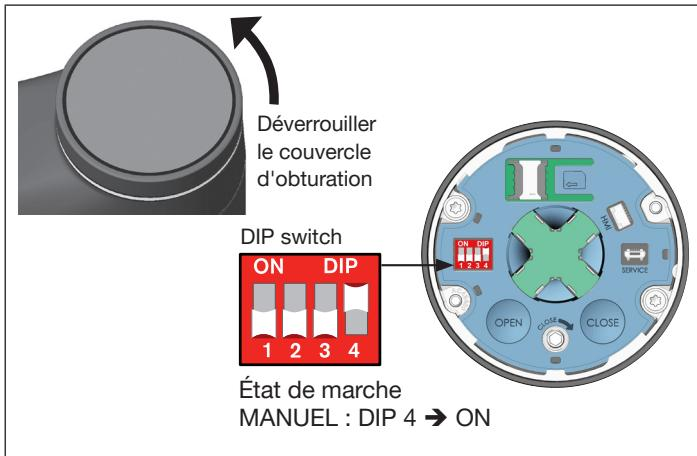

Fig. 26: Régler l'état de marche sur MANUEL
- Placer l'interrupteur DIP 4 sur ON. L'appareil se trouve désormais en état de marche MANUEL (voir « Fig. 26 »).